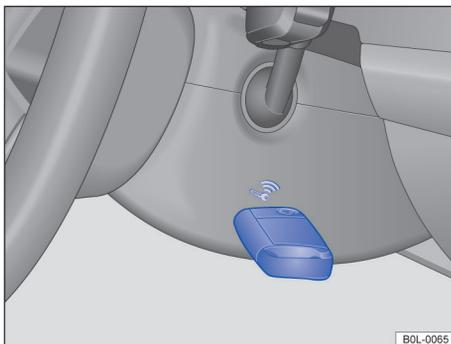

图 82 转向柱右侧：配备无钥匙闭锁/启动系统 Keyless Access（无钥匙进入系统）车辆上的应急起动车功能
- 按压启动/停机按钮后，立即将车辆钥匙置于转向柱饰板右侧 → 图 82。